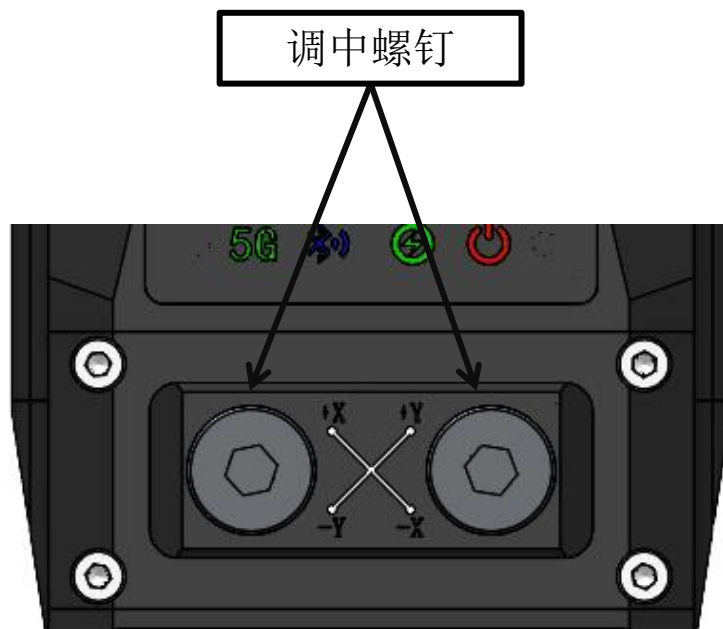

图4.1
- ① 为达到良好的切缝效果，激光光束必须保持在喷嘴中心，当偏离喷嘴中心时就需要通过光束调中模块进行调中，如下图4.1所示。